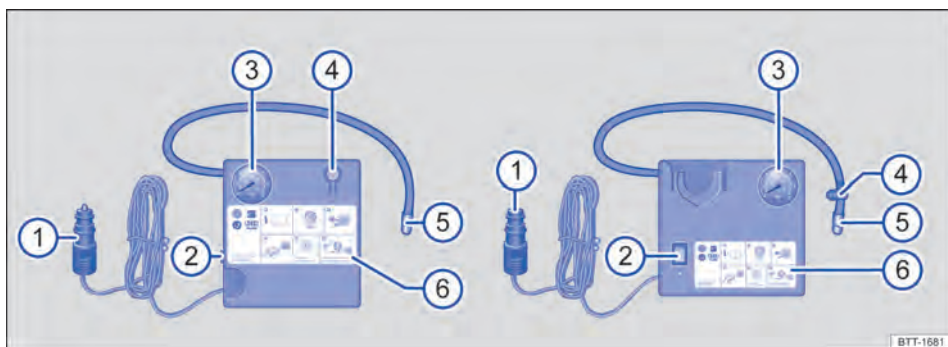

Fig. 243 Representação esquemática: compressor do kit de reparo dos pneus.
O compressor do kit de reparo dos pneus é composto pelos seguintes componentes → Fig. 243:
- Rosquear a mangueira de enchimento dos pneus → Fig. 243 ⑤ do compressor de ar com firmeza na válvula do pneu.
- Verificar se o parafuso de sangria de ar → Fig. 243 ④ está fechado.
- Conectar o conector do cabo 12 V → Fig. 243 ① numa tomada 12 V no veículo → Página 230.
- Ligar o compressor de ar com o interruptor LIGA-DESLIGA → Fig. 243 ②.
- Deixar o compressor de ar funcionar até atingir 2,0 – 2,5 bar (29 – 36 psi/200 – 250 kPa) → ▲. **Tempo de funcionamento máximo: 8 minutos** → ①.
Reconectar a mangueira de enchimento dos pneus → Fig. 243 ⑤ e ler a pressão dos pneus no indicador da pressão dos pneus ③.